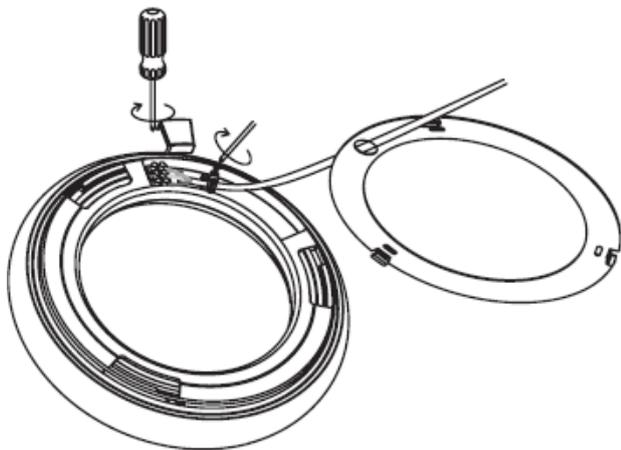

Рис.3
2.1. Подключите прозрачный кабель к клеммной колодке согласно маркировке. (Рис. 3)